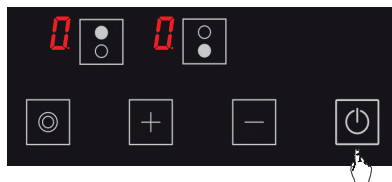

Figure 5
1. Allumez la cuisinière en appuyant sur le bouton. (Voir Fig. 5)